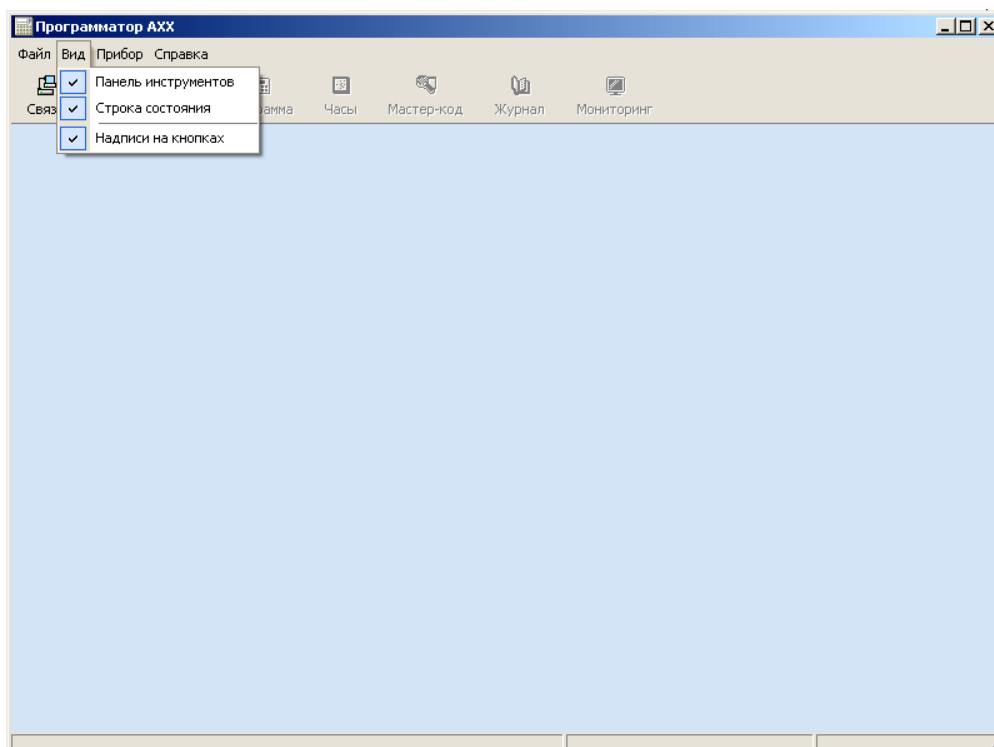

Рисунок 13 – Раздел главного меню «Вид»
**2.3.2.2 Раздел главного меню «Вид»** предоставляет возможность пользователю оптимизировать окно программы для удобства работы. Раздел «Вид» содержит следующие пункты, рисунок 13: